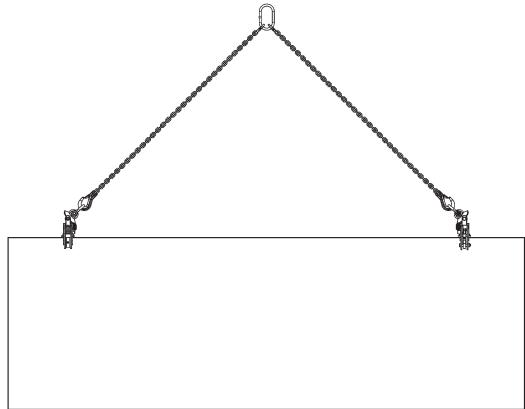
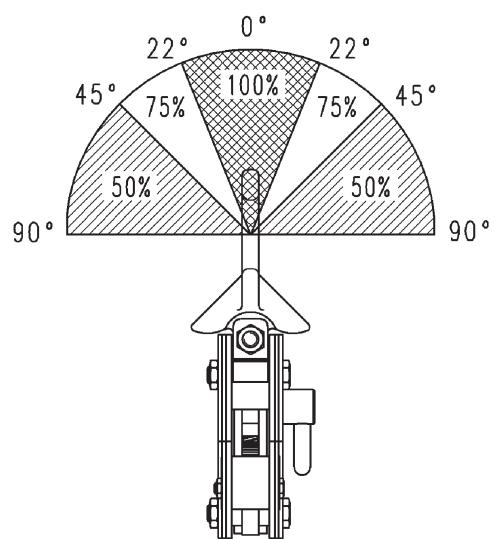

Fig. 2
Fig. 6
- Si se van a transportar planchas de metal o perfiles largos, recomendamos el uso de dos garras para prevenir el balanceo de la carga. Las garras pueden ser usadas en combinación con un balancín o un sistema de elevación de varios ramales (ver Fig. 2, página 10, tenga en cuenta el diagrama de capacidades de carga Fig. 6).
Para una carga correcta de la garra, vea el diagrama de capacidades de carga (ver Fig. 6).